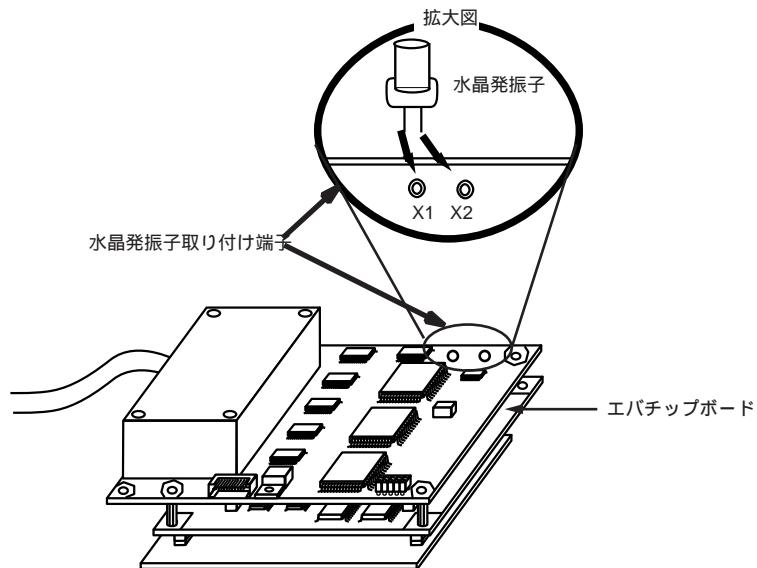

図2.4 水晶発振子の実装方法
2. エバチップボードにある水晶発振子取り付け端子に水晶発振子を実装してください。（図2.4参照）